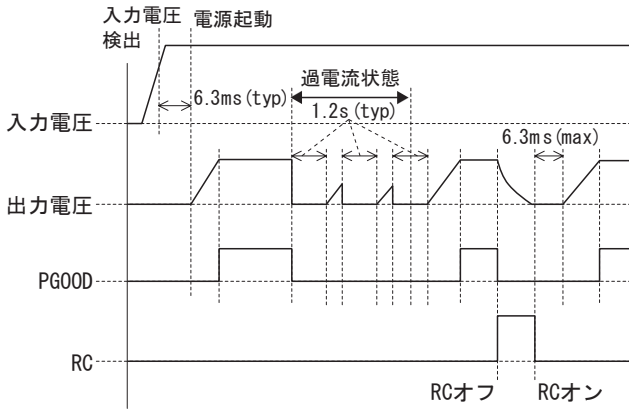

図4.12 BRFS/BRDSシリーズのシーケンスチャート
■BRFS/BRDSシリーズの、入力電圧、出力電圧、RC端子、PGOOD端子のシーケンスを、図4.12に示します。